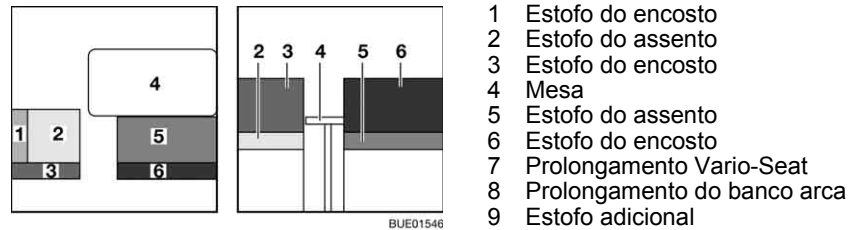

Fig. 142 Antes da transformação
- Transforme a mesa (Fig. 142,4) em base para cama (ver ponto 6.12).
- Retire o estofa do encosto (Fig. 142,1) e coloque-o de lado.